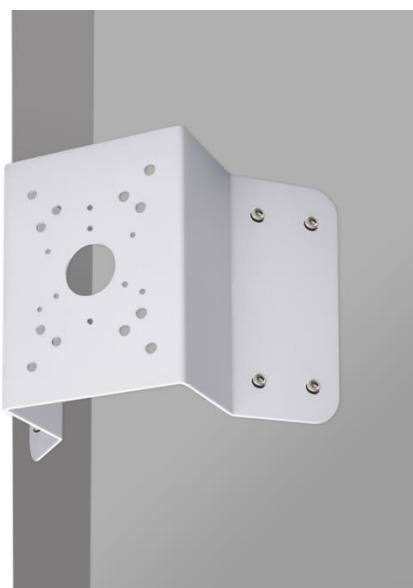

Рисунок 5.9 – Определение точек крепления кронштейна на установочной поверхности
1. Используя угловой кронштейн, отметьте точки крепления на установочной поверхности (Рисунок 5.9) и просверлите 4 отверстия (диаметр 8 мм, глубина не менее 65 мм) в установочной поверхности.